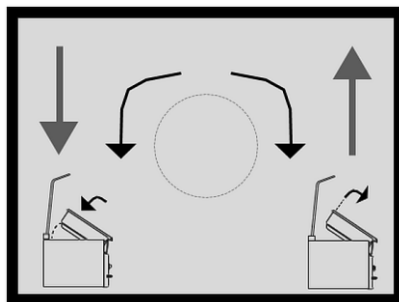

Fig.11
1. Pour relever le creuset, tournez l'interrupteur noir et blanc (7) vers la droite
2. Maintenez l'interrupteur dans la position tournée (fig. 11).